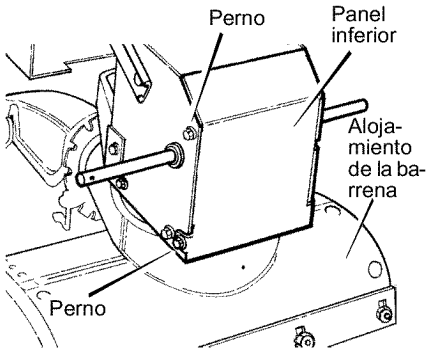

Figura 67
- Afloje los **pernos** a cada lado del **panel inferior** (Figura 67).
- Instale el **panel inferior** (Figura 67).
13. Instale el **panel inferior** (Figura 67).